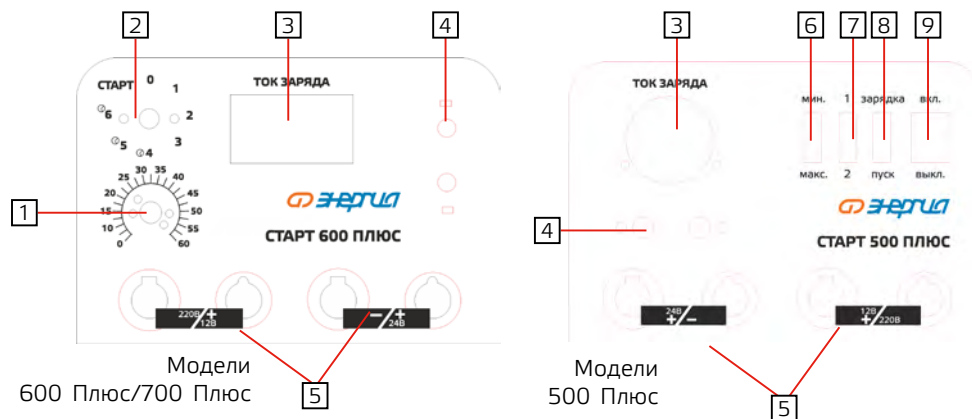

Рис. 1
1. Подключите красный плюсовой (+) провод к соответствующей клемме на ПЗУ в зависимости от номинального напряжения заряжаемого АКБ (см П. 5 рис. 1).
- Переведите переключатель 8 (рис. 1) в положение «Зарядка»;
- Переведите переключатель 7 (рис. 1) в положение «2»;
- Переведите переключатель 6 (рис. 1) в положение «МИН».
- Поверните переключатель 2 (рис. 1) в положение «1».
Модель СТАРТ 500 ПЛЮС - Подключите ПЗУ к сети ~220 В, включите ПЗУ переключателем 9 (рис. 1).
Модель СТАРТ 500 ПЛЮС - Воспользуйтесь переключателями 6 и 7 (рис.1).
6. Только модели СТАРТ 600 ПЛЮС и СТАРТ 700 ПЛЮС. В случае установки 4, 5 или 6 режима заряда установите требуемое время заряда АКБ с помощью рукоятки таймера поз. 1 (рис.1), по завершении отсчета таймера заряд прекратится автоматически.
1. Подключите красный плюсовой (+) провод к соответствующей клемме на ПЗУ в зависимости от номинального напряжения заряжаемой АКБ (см П. 5 рис. 1).
Модель СТАРТ 500 ПЛЮС - Переведите переключатель 9 (рис.1) в положение «ВЫКЛ».
Модели СТАРТ 600 ПЛЮС и СТАРТ 700 ПЛЮС - Переведите переключатель 2 (рис.1) в положение «0».
5. Переведите переключатель 8 (рис. 1) в положение «ПУСК».